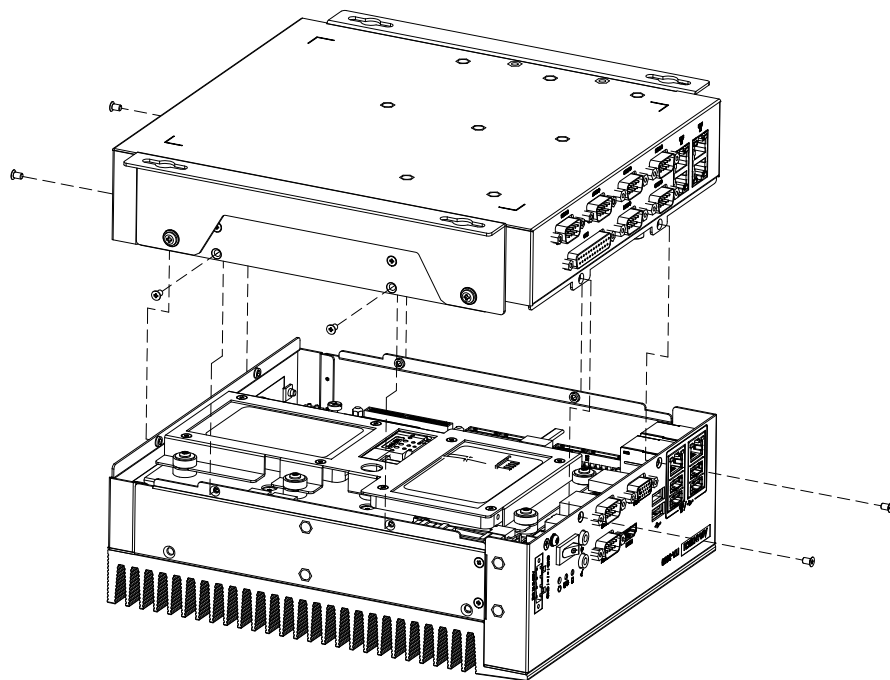

图 3.6：安装 I/O 模块
2. 按照图 3.6 所示方向将 I/O 扩展模块安装回底座，再将螺丝拧紧。